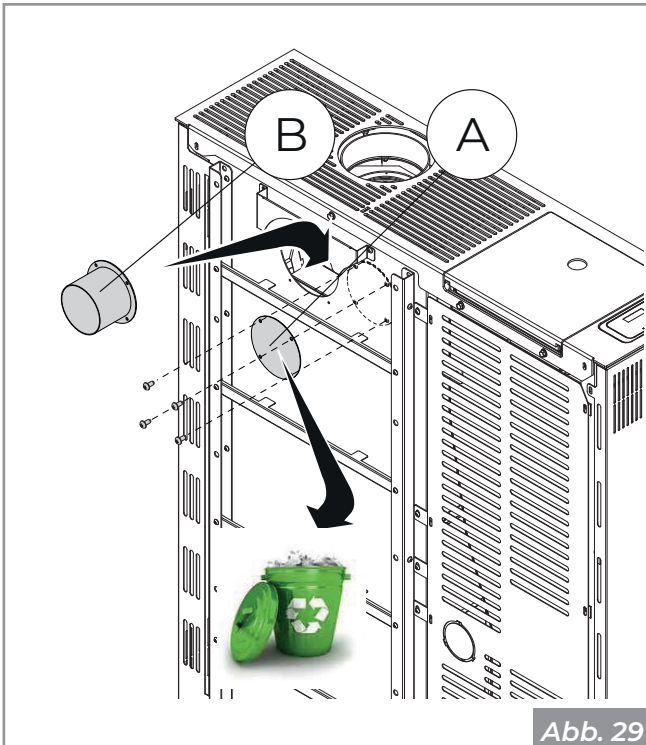

Abb. 29
Um den Ofen an das Kanalheizungssystem anzuschließen, ist es notwendig, die hintere Kappe (A) zu entfernen und das mitgelieferte Rohr mit 80 mm Durchmesser (B) zu installieren (Abb. 29).